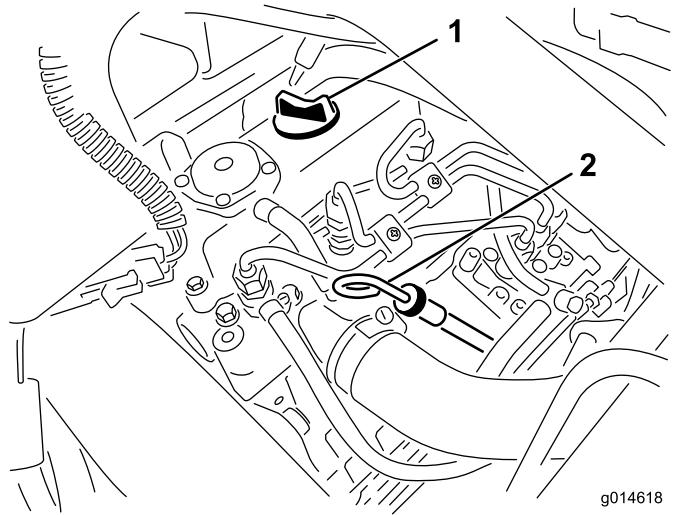

Bild 21
2. Nehmen Sie den Peilstab heraus und wischen Sie ihn mit einem sauberen Lappen ab (**Bild 21**).